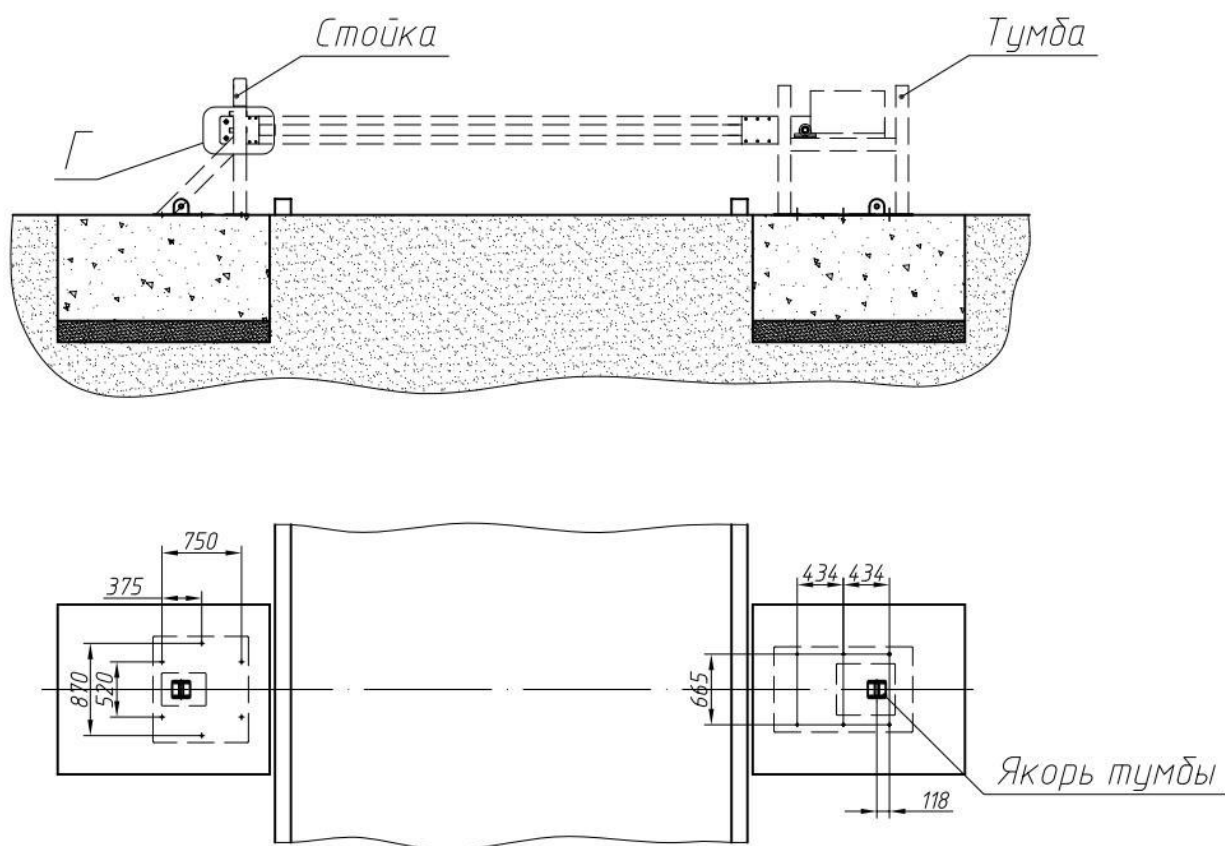

Рисунок 3.1
4.1.6 Установить шлагбаум на фундамент таким образом, чтобы якорь тумбы находился строго на оси симметрии тумбы (рис. 3.1).